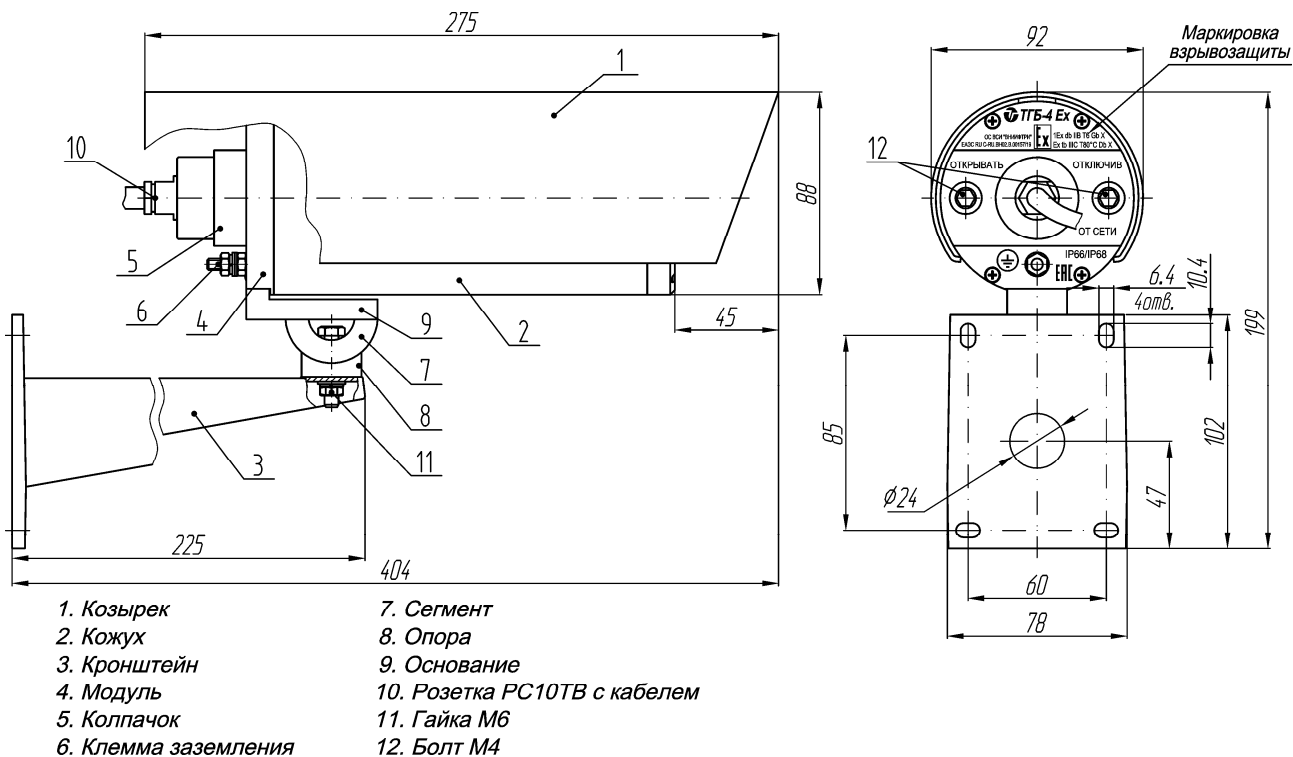

Рис.1 Общий вид термокожухов ТГБ-4 Ex, ТГБ-4 Ex IIC
1.9.3. На задней крышке термокожухов, входящей в состав модуля (поз.4 рис.1...6), установлены один разъем РСГ10ТВ (ТГБ-4 Ех, ТГБ-4Р Ех, ТГБ-4Р ТВ Ех, ТГБ-4 Ех ИС, ТГБ-4Р Ех ИС, ТГБ-4Р ТВ Ех ИС) или 2 гермовода с категорией взрывозащиты не хуже 1Ех d ИС Х, с защитой от воспламенения горючей пыли DIP A21 (ТГБ-4М Ех, ТГБ-4Г Ех, ТГБ-4Г ТВ Ех, ТГБ-4М Ех ИС, ТГБ-4Г Ех ИС, ТГБ-4Г ТВ Ех ИС), с помощью которых осуществляется подача питающего напряжения на термокожух, видеокамеру, тепловизор, ИК-прожектор или другое электронное оборудование и съем видеосигнала с выхода видеокамеры.
Для обеспечения взрывозащиты соединения блочной части разъема РСГ10ТВ и кабельной розетки РС10ТВ с патрубком, закрывается колпачком (поз.5 рис.1, 3, 4).
1.9.4. Крепление термокожуха осуществляется с помощью кронштейна (поз.3 рис.1...6).
1.9.6. Для защиты стекла от осадков и ограничения засветки солнечным светом и осветителями служит козырек (поз.1 рис.1...6), укрепленный сверху на корпусе термокожуха. В зависимости от поля зрения видеокамеры или установленного угла освещения ИК-прожектора козырек может быть перемещен вперед или назад так, чтобы не ограничивать поле зрения или угол освещения.
Длина кабеля определяется потребителем и указывается в заказе. Защита места присоединения разъема в термокожухах ТГБ-4 Ех, ТГБ-4Р Ех, ТГБ-4Р ТВ Ех, ТГБ-4 Ех ПС, ТГБ-4Р Ех ПС и ТГБ-4Р ТВ Ех ПС обеспечивается колпачком (поз.5 рис.1, 3, 4), устанавливаемым на заднюю крышку модуля (поз.4 рис.1, 3, 4) и закрывающим патрубок разъема (поз.10 рис.1 или поз.9 рис.3, 4). Колпачок должен быть заполнен герметиком из поставляемого комплекта через отверстия в верхней части, которые закрываются стопорными винтами.
1.10.6. Для защиты персонала от поражения электрическим током на задней крышке модуля термокожухов предусмотрена клемма заземления (поз.6 рис.1, 3, 4 или поз.5 рис.2, 5, 6), обозначенная знаком $\oplus$, которую при установке на месте эксплуатации, необходимо соединить с шиной заземления.
3.1.3.1. Отвернуть два болта М4 (поз.12 рис.1 для ТГБ-4 Ех, ТГБ-4 Ех ПС или поз.11 рис.3 для ТГБ-4Р Ех, ТГБ-4Р Ех ПС, рис.4 для ТГБ-4Р ТВ Ех, ТГБ-4Р ТВ Ех ПС), крепящие колпачок (поз.5 рис.1, 3, 4). Продеть шнур с
3.1.3.3. Произвести разметку кабеля и подготовку отверстий для крепления кронштейна на стене в соответствии с крепежными размерами, указанными на рис.1, 3, 4. Закрепить кронштейн с помощью 4 шурупов или винтов диаметром не менее 5 мм и не более 6 мм.
3.1.3.4. Установить термокожух на кронштейне и закрепить его гайкой М6 (поз.11 рис.1 для ТГБ-4 Ех, ТГБ-4 Ех ПС или болтом М6 поз.10 рис.3 для ТГБ-4Р Ех, ТГБ-4Р Ех ПС, рис.4 для ТГБ-4Р ТВ Ех, ТГБ-4Р ТВ Ех ПС), не затягивая ее.
3.1.3.9. С помощью ключа затянуть гайку М6 (поз.11 рис.1 для ТГБ-4 Ех, ТГБ-4 Ех ПС) или болт М6 (поз.10 рис.3 для ТГБ-4Р Ех, ТГБ-4Р Ех ПС, рис.4 для ТГБ-4Р ТВ Ех, ТГБ-4Р ТВ Ех ПС) крепления термокожуха на кронштейне.